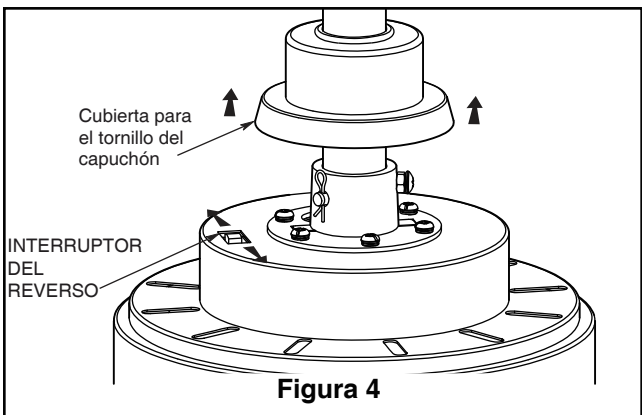

Figura 4
3. **PROCESO DEL MODO APRENDIZAJE:** (Figura 4)
- 4. Instale el conector de 2 clavijas desde la placa de conexión a la unidad del motor. (Figura 4)
4. Si se desea que el flujo del aire vaya en la dirección opuesta, apague el ventilador y espere a que se detengan las palas. Deslice la carcasa de la cubierta para visualizar el interruptor del reverso. Deslice el interruptor del reverso ubicado en la parte superior del motor hacia la posición opuesta y encienda de nuevo el ventilador. (Figura 4)